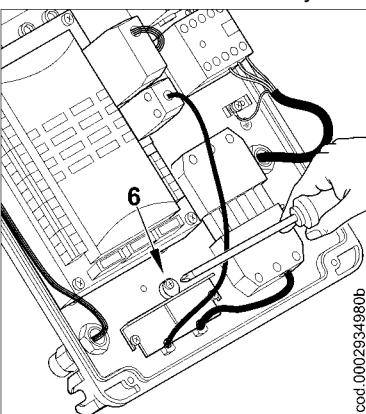

Рисунок 3
- 3) Поместите кабельный зажим, как указано на рис. 3. Поверните эксцентрик (6) так, чтобы пластинка зажима оказала должное давление на два кабеля, теперь можно затянуть винты, фиксирующие пластинку зажима. Соедините два разъема: 7-штырьковый и 4-штырьковый.